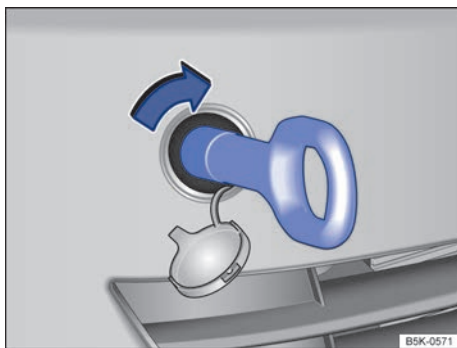

Fig. 234 En el lado derecho del paragolpes delantero: enroscar la argolla de remolque.
El alojamiento de la argolla de remolque enroscable se encuentra en el lado derecho del paragolpes delantero detrás de una tapa => fig. 234.
- Enrosque la argolla de remolque en el alojamiento => fig. 234 girándola al máximo **en el sentido de las agujas del reloj** => . Utilice un objeto